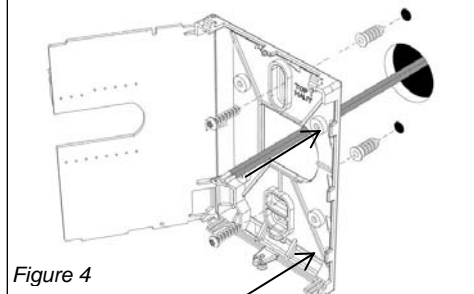

Figure 4
- 1- Ouvrir la carte de circuits imprimés du thermostat vers la gauche en appuyant sur ses languettes de blocage. **(Figure 4)**
- 7- Insérer les vis dans les trous de montage sur chaque côté de la base. **(Figure 4)**